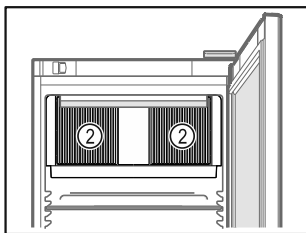

Fig. 79
- ☐ Větrací otvory Fig. 79 (2) oběhového vzduchového čerpadla ve vnitřním prostoru udržíte volné.